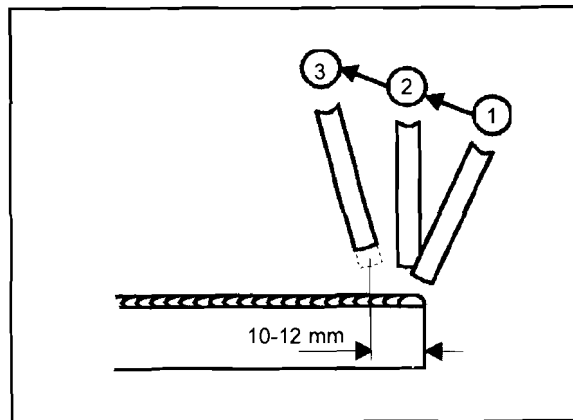

FIGURA 10.17: FORMA DE INTERRUPIR EL ARCO
- Otra forma es dar al electrodo una inclinación contraria a la que llevaba y se retrocede, sobre el mismo cordón, unos 10 ó 12 mm. antes de interrumpir el arco; de esta forma se rellena el cráter. (ver figura 10.17)